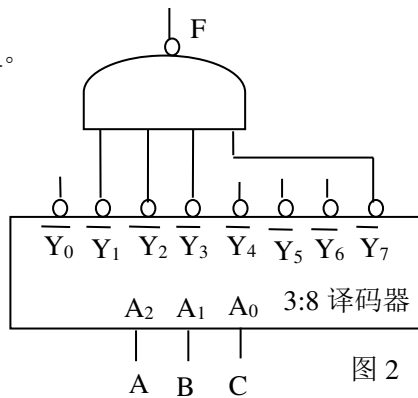

图 2
5. 一个由 3:8 译码器构成的逻辑电路如图 2 所示, 函数 F 的最小项表达式为